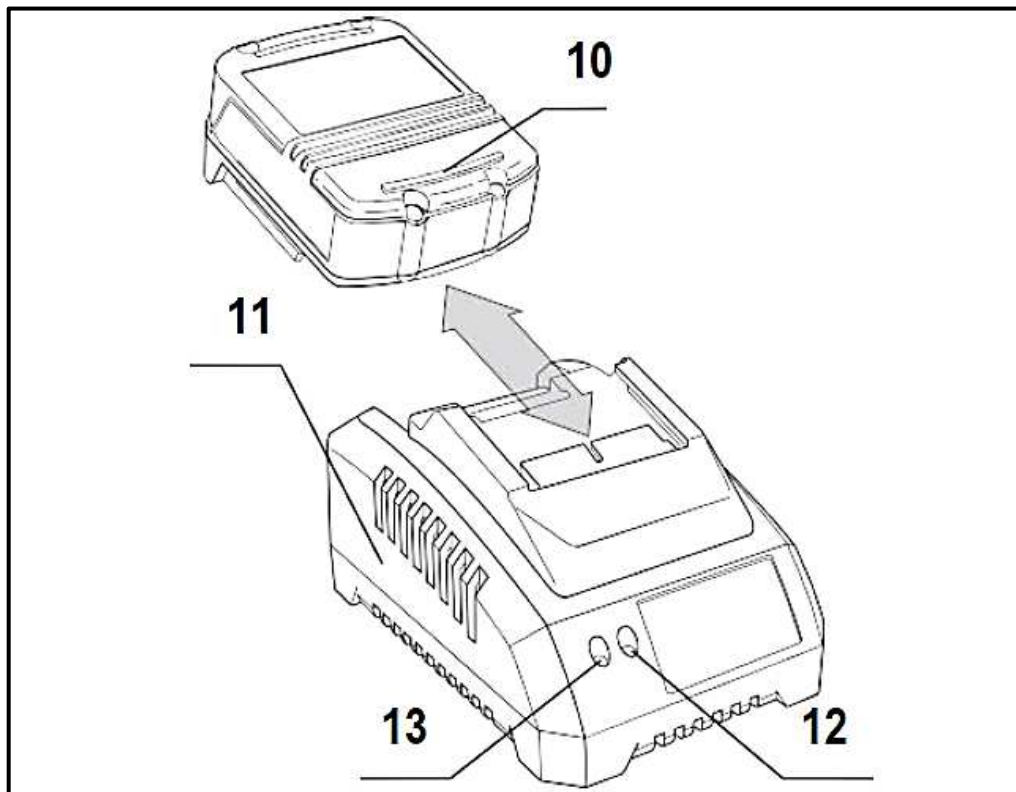

Рис. 6
10. Батарея (Рис. 6).
11. Зарядний пристрій (Рис. 6).
12. Індикатор мережі (червоний) (Рис. 6).
13. Індикатор заряду (зелений) (Рис. 6).